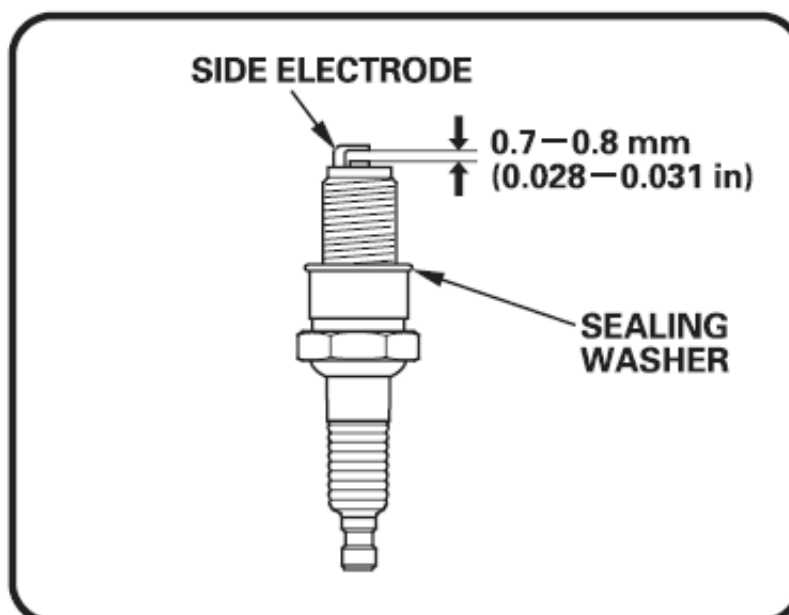

Fig. 8-6 Sjekking av tennplugger
2. Sjekk elektrodens tilstand og avstand, også på en ny tennplugg. Juster avstanden om nødvendig til riktig verdi (se Fig. 8-6 Sjekking av tennplugg).